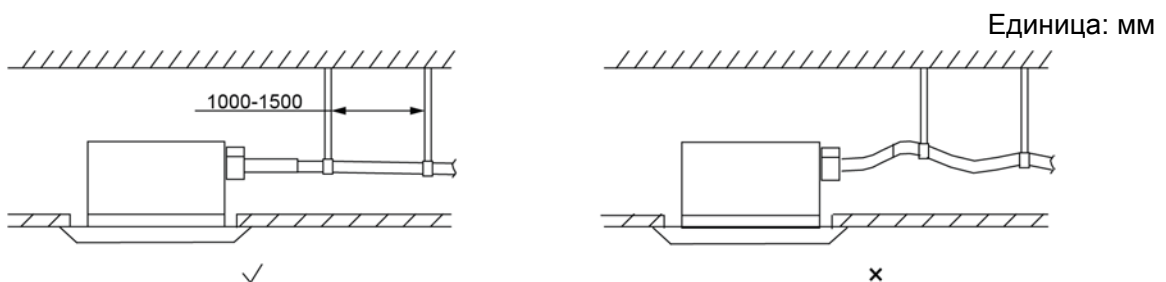

Рис.4.3.2.5
(10) Высота установки восходящей трубы отвода конденсата должна быть ниже В. Уклон от подъема трубы в направлении дренажа должен составлять не менее 1% ~ 2%. Если восходящая труба расположена вертикально по отношению к блоку, высота подъема должна быть меньше С, как показано на Рис.4.3.2.6.